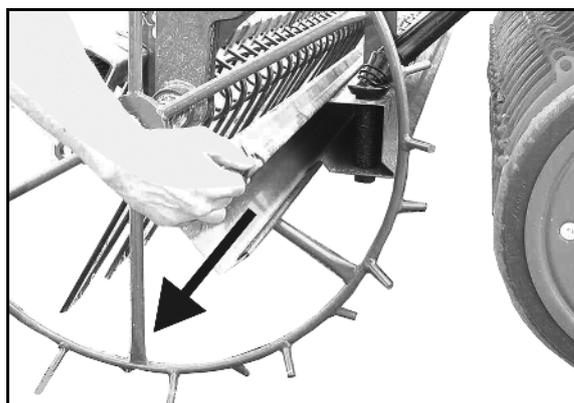

Fig. 35
- o Colocar a manivela e as caixas de calibração na posição de transporte (Fig. 35 / Fig. 38).